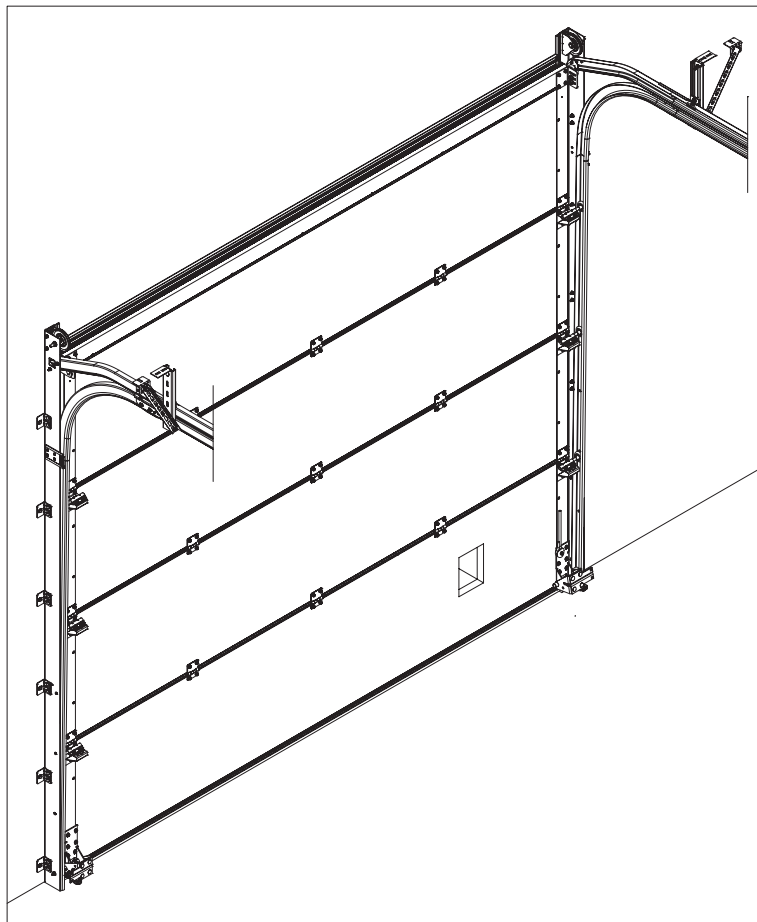

Рис.28
- Секции полотна ворот устанавливаются в соответствии с маркировкой, определяющей их порядковый номер. Переноску секций производить в вертикальном положении. Соединение секций производится при помощи боковых и промежуточных петель (рис.28).